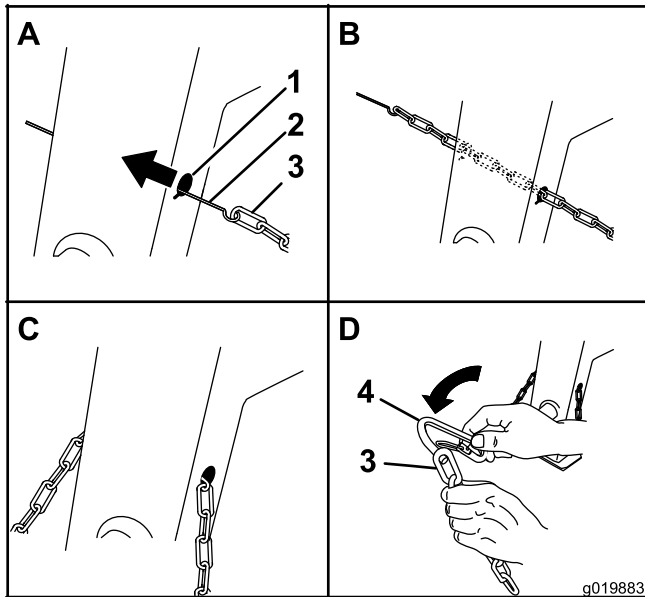
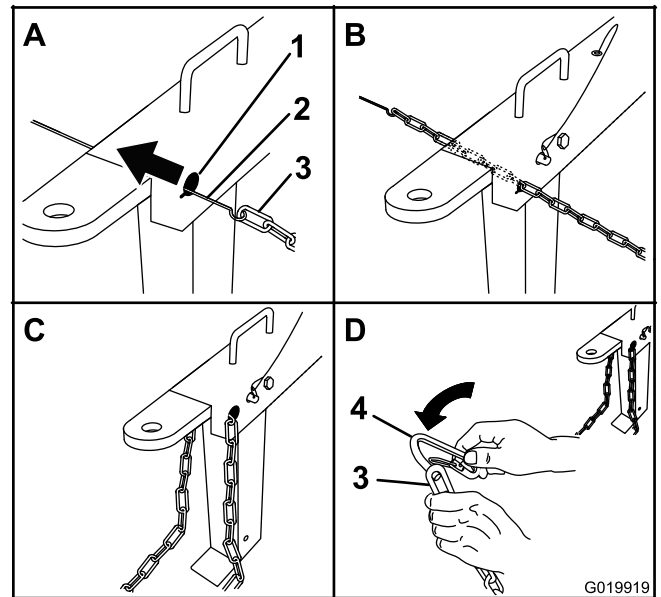

Figure 8
Figure 9
- Formez un crochet au bout d'une tige flexible ou d'un fil de fer rigide (non fourni), et insérez-le dans les trous allongés du montant avant de la machine (Figure 8 et Figure 9).
- Attachez la chaîne de sécurité à la tige ou au fil métallique (Figure 8 et Figure 9).
- Tirez la tige ou le fil métallique et la chaîne de sécurité à travers les deux trous allongés (Figure 8 et Figure 9).
- Alignez le maillon d'attache sur le dernier maillon au bout de la chaîne de sécurité (Figure 8 et Figure 9).
- Insérez le maillon d'attache dans le maillon de la chaîne jusqu'à ce que le maillon d'attache se ferme avec un clic (Figure 8 et Figure 9).